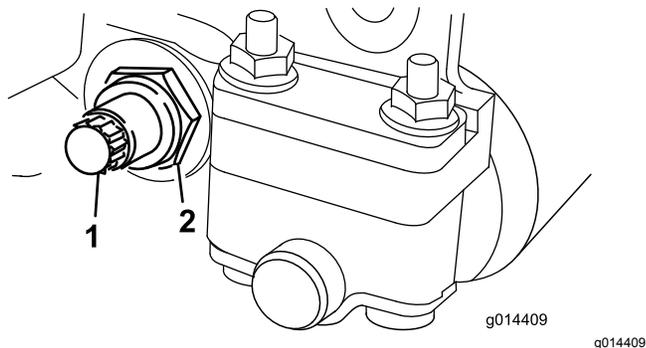

图22
3. 在机器的另一侧松开固定底刀架螺栓图22的锁紧螺母。
4. 拆下两个底刀架螺栓向下拉动底刀架并从滚刀组上拆下来图22。